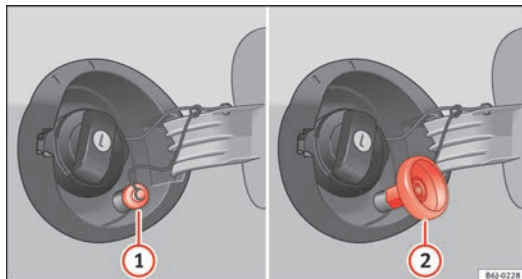

Fig. 120 Tapa del depósito abierta con boca de carga de GLP y adaptador.
- Desenrosque el tapón de la boca de carga de gas ⇒ fig. 120 ①.
- Enrosque el adaptador necesario ⇒ fig. 120 ② en la boca de carga de gas ①.
- Desenrosque el adaptador ⇒ fig. 120 ②.
- Enrosque el tapón en la boca de carga de gas ⇒ fig. 120 ①.